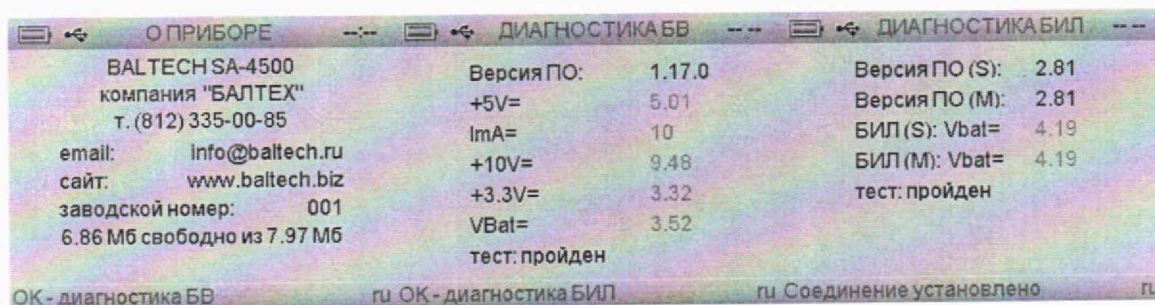

Рисунок 1 – Окна «О ПРИБОРЕ», «ДИАГНОСТИКА БВ» и «ДИАГНОСТИКА БИЛ»
8.2.2 При работе с выносным беспроводным вычислительным блоком системы VALTECH SA-4500 включить его и перейти в меню «Общие настройки». Выбрать пункт меню «О ПРИБОРЕ» и далее, нажимая последовательно кнопку «ввод», наблюдать на экране самодиагностику выносного беспроводного вычислительного блока и подключенных к нему блоков измерительных лазерных (см. рисунок 1).
Выбрать пункт меню «Общие настройки» - «О ПРИБОРЕ» и далее, нажимая последовательно кнопку «ввод», наблюдать на экране самодиагностику выносного беспроводного вычислительного блока и подключенных к нему блоков измерительных лазерных (см. рисунок 1).